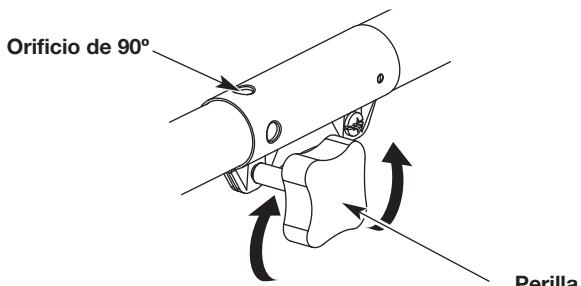

Fig. 1
- Para aflojar, gire la perilla en sentido contrario a las agujas del reloj (Fig. 1).
- Para apretar, gire la perilla en el sentido de las agujas del reloj (Fig. 1).
**PRECAUCIÓN:** Antes de operar esta unidad, cerciórese de que el botón de liberación esté completamente encajado en el orificio 90° y de que la perilla (Fig. 1) esté bien apretada. Estos accesorios deben encajarse solamente en el orificio principal. Usar un orificio incorrecto podría ocasionar lesiones personales o daños a la unidad.
1. Para aflojar, gire la perilla en sentido contrario a las agujas del reloj (Fig. 1).